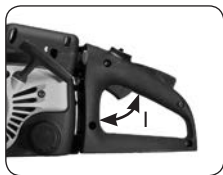

Abb. 9I
- Lassen Sie den Motor 10 Sekunden lang aufwärmen. Drücken Sie den Auslöser (I) auf Leerlauf und gehen Sie zum Schritt 9 über (Abb. 9I).